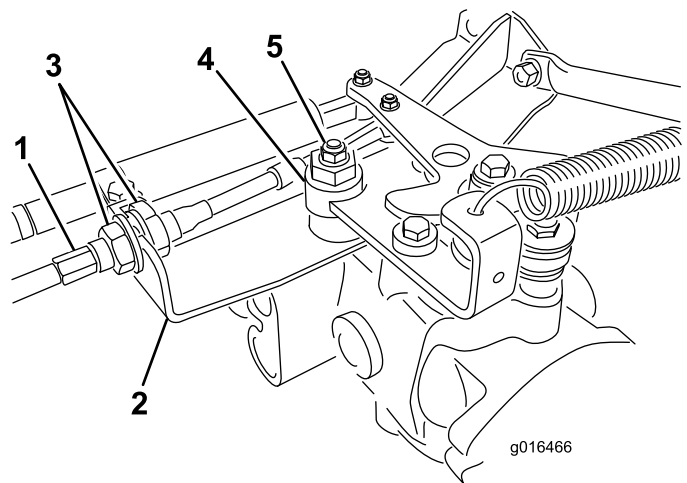

図 43
- A. 走行ケーブルを油圧トランスミッションのバルクヘッドに取り付けているジャムナット 図 43 を両方ともゆるめる。ジャムナットは調整ができるよう十分に、また均等にゆるめること。
- A. 偏芯ナットをトランスミッション上部に止めているナット 図 43 をゆるめる。
- C. どちらにも車輪が回らないように偏芯ナットを回して調整する。調整ができたなら固定ナットを締める 図 43。スロットル低速 および高速位置で調整が正しいことを確認する。
定する 図 43。ケーブルをねじらないように注意すること。